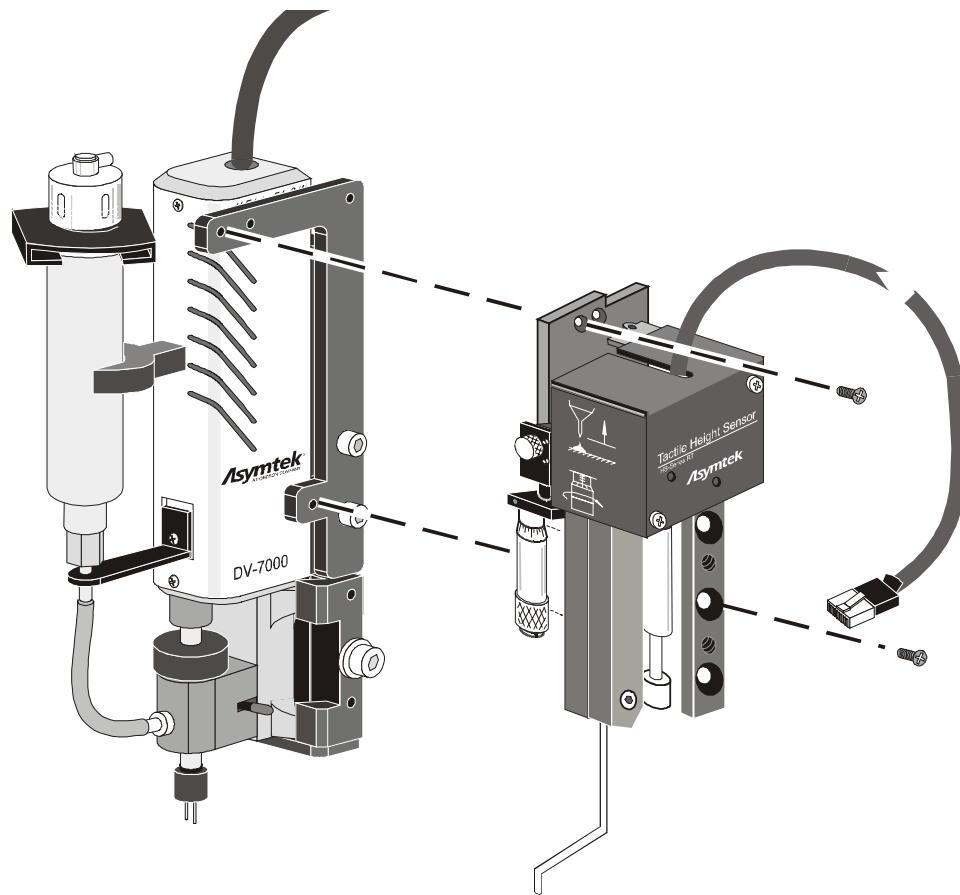

Abbildung 2-10 DV-7000 mit Höhengsensor (M-2000/C-1000)
8. Verwenden Sie zur Befestigung des Höhsensors an der Halterung des Höhsensors den Kreuzschlitzschraubenzieher. Siehe Abbildung 2-10.